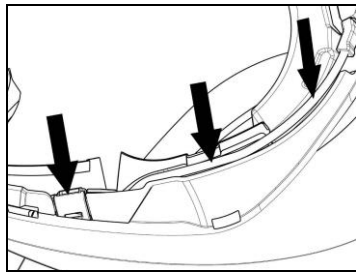

Abb. 13
- Bringen Sie das Kabel im Helminnen an und positionieren Sie den rechten Befestigungsclip in dem dafür ausgesparten Bereich (Abb. 13).